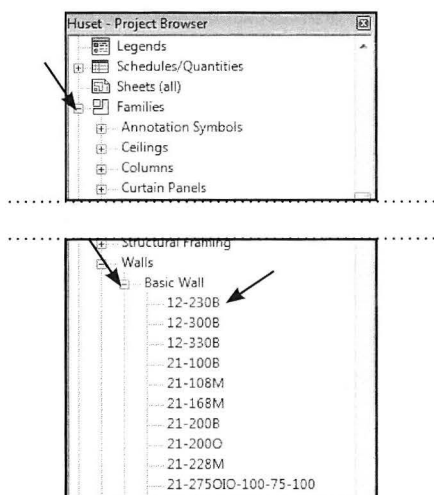

Fig. 14.04. Project Browser.
- Tryk på + ud foran *Families* (Fig. 14.04).
- Og + ud for *Basic Walls* (Fig. 14.04).